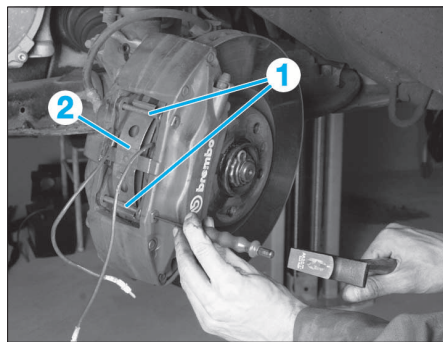

FIG. 1
- Déposer à l'aide d'un chasse goupille les axes (1) (Fig.1).
- Déposer, dans un second temps, le ressort (2).